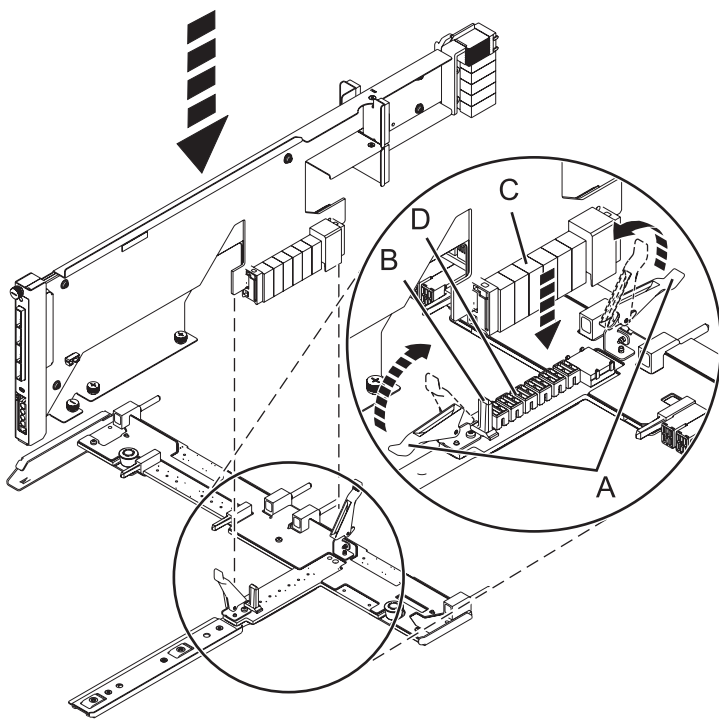

Figura 44. Instalación de la tarjeta de conducto SAS en la placa central
- a. Coloque el conector de la tarjeta (C) en la conexión media (D) utilizando la guía (B) para asegurar una buena conexión.
- b. Levante el asa (A) para ajustar la tarjeta de conducto SAS en la placa central, según se muestra en Figura 44 en la página 60.